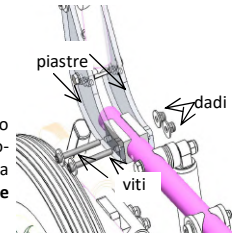

fig. 11.1: Reg. profund. parte posteriore
• Regolazione profondità parte posteriore (fig. 11.1):